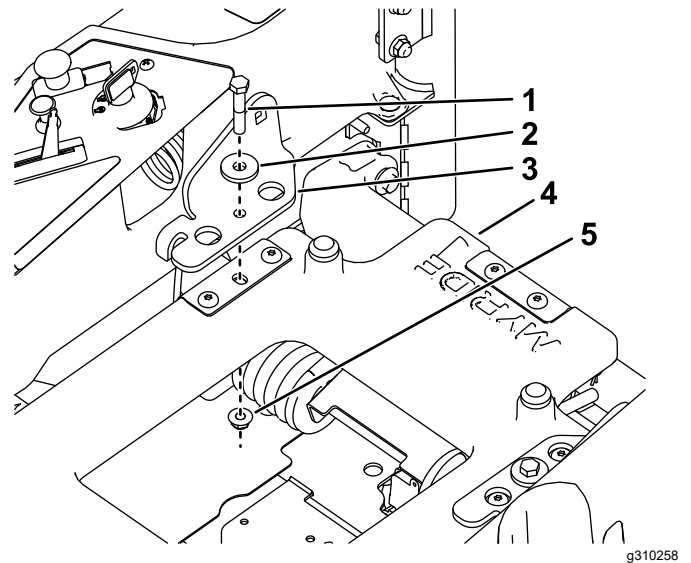

Figura 5
1. Montate le staffe della cintura di sicurezza sulla piattaforma del sedile con 2 bulloni parzialmente filettati ($\frac{3}{8}$ " x 2"), 2 rondelle piccole e 2 dadi di bloccaggio ($\frac{3}{8}$ ") come mostrato nella Figura 5.